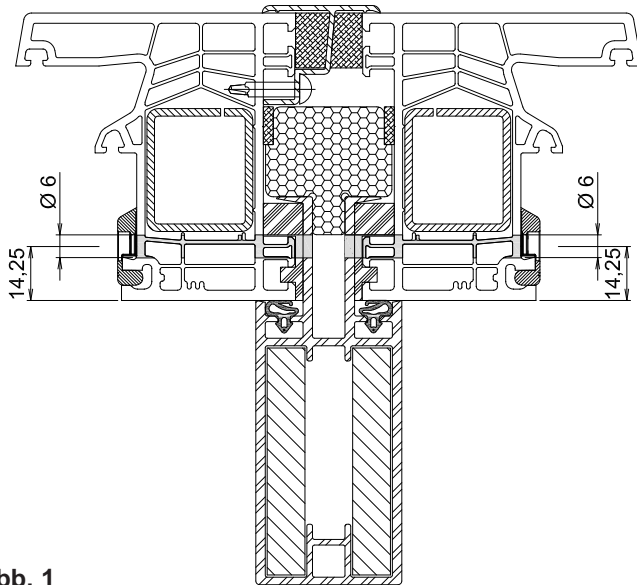

Abb. 1
7. Durchbohren Sie (Dübelkammeradapter verwendet als Bohrlehre) mit $\varnothing 6$ mm den Rahmen sowie die Kopplung von beiden Seiten (Abb. 1).